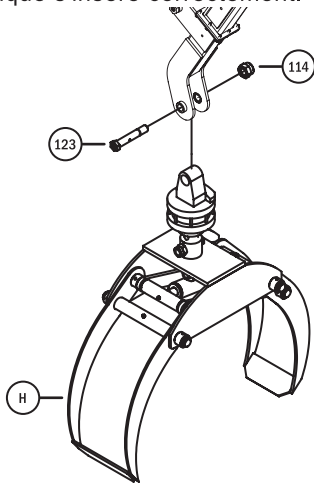

Fig. 14
Étape 17 : Fixez l'ensemble pince et ses tuyaux flexibles. Fixez l'ensemble pince (H, **fig. 14**) en retirant l'axe de pivotement (123) de l'extrémité de l'ensemble bras de flèche. Vérifiez que la direction des raccordements de tuyau flexible sur la pince est orientée de manière à ce que les tuyaux flexibles sur le bras de flèche puissent être raccordés, puis alignez les trous entre l'articulation de la pince et le bras de flèche. Insérez l'axe de pivotement (123) et installez l'écrou (114). Comme l'articulation de la pince nécessite un mouvement libre, l'écrou (114) doit être serré uniquement jusqu'à ce qu'il touche contre l'axe de pivotement (123). Chaque tuyau flexible sur le bras de flèche est marqué d'une étiquette correspondant à son point de raccordement sur la pince (reportez-vous au schéma hydraulique, si nécessaire). Faites correspondre l'étiquette de chaque tuyau flexible à son point de raccordement et fixez le tuyau flexible. Lors du serrage du